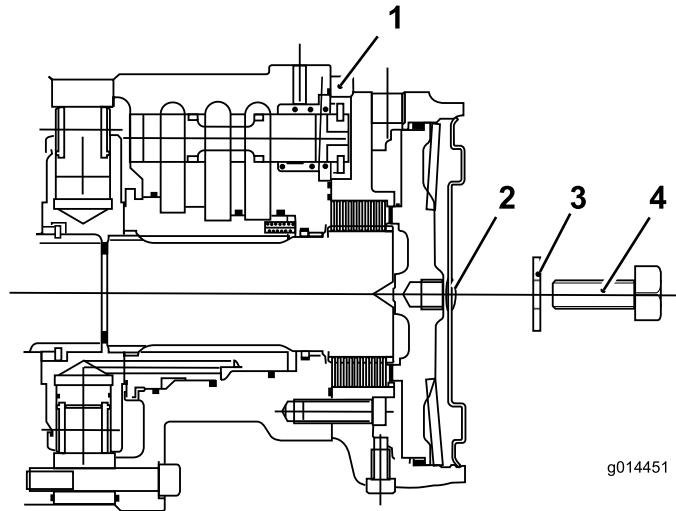

Bild 48
1. Entfernen Sie die Schraube (12 x 40 mm) und Unterlegscheibe (12 mm) aus dem Loch in der Mitte der Motorenplatte (Bild 48).